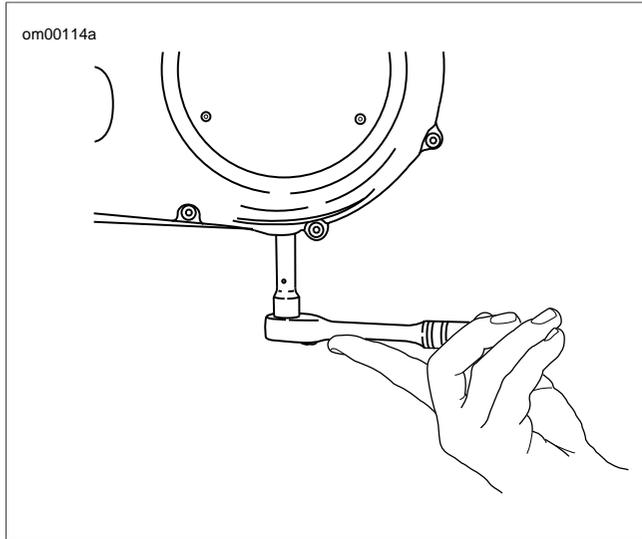

Abbildung 29. Entfernen des Kettengehäuseablassstopfens
3. Siehe Abbildung 29. Die magnetische Ablassschraube unten am inneren Primärkettengehäusedeckel entfernen. Das Schmiermittel in einen geeigneten Behälter ablaufen lassen.